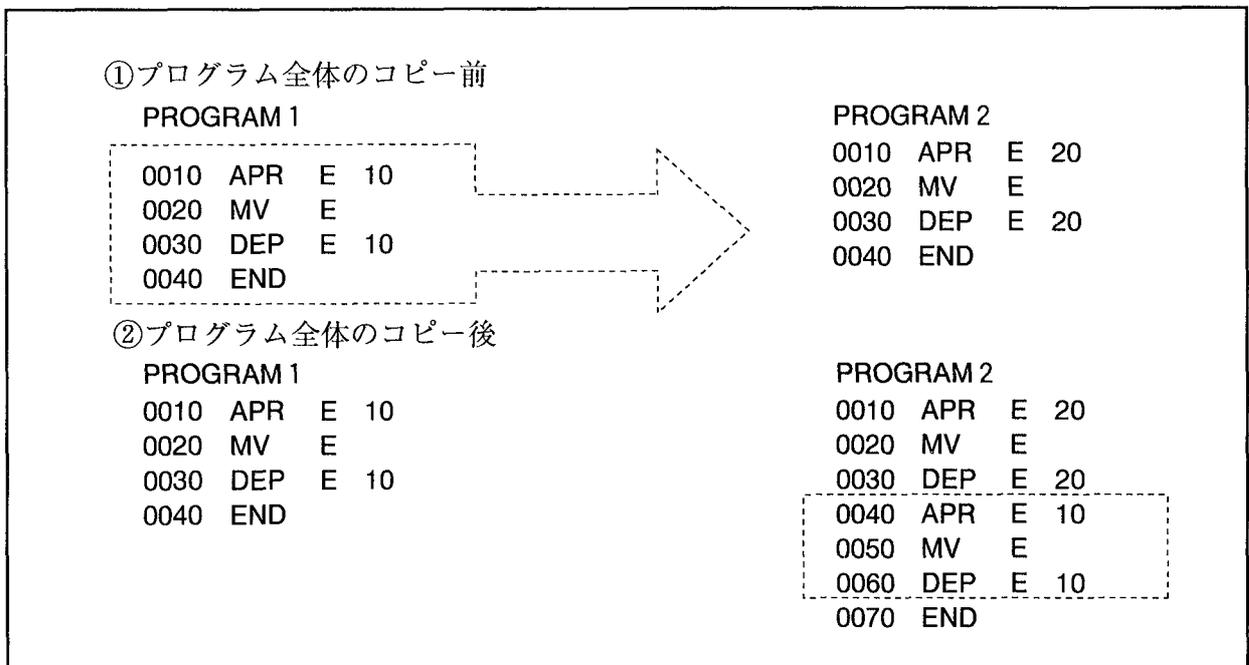

図7-2 PROGRAM1全体をPROGRAM2へ挿入コピーする例
- 8.2 プログラム全体の挿入コピー例 PROGRAM1全体をPROGRAM2へ挿入コピーする例を図7-2に示します。